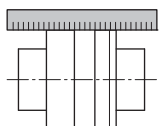

Fig.12: Verificarea aliniamentului radial cu ajutorul unei rigle
- Alternativ, controlul aliniamentului radial al cuplajului se poate realiza cu ajutorul unei rigle (a se vedea Fig. 12).